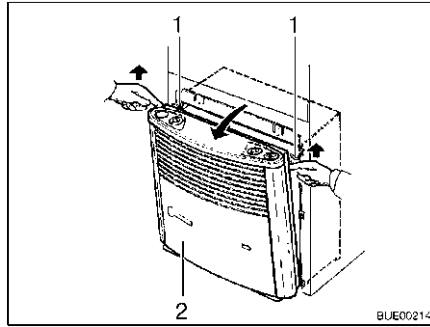

Fig. 136 Retirer habillage du chauffage
- Enlever l'habillage du chauffage (Fig. 136,2). Pour ce faire, tirer le haut de l'habillage vers l'avant, presser les ressorts de retenue (Fig. 136,1) latéralement vers le haut et rabattre l'habillage vers l'avant.